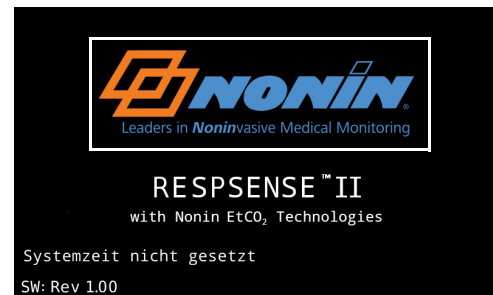

Abbildung 6. Auf Konfigurationsmenü zugreifen (Nonin-Logo)
3. Wenn der Startbildschirm mit dem Nonin-Logo angezeigt wird, das Nonin-Logo zweimal drücken (zweimal antippen). In Abbildung 6 ist das Nonin-Logo mit einem weißen Feld markiert.